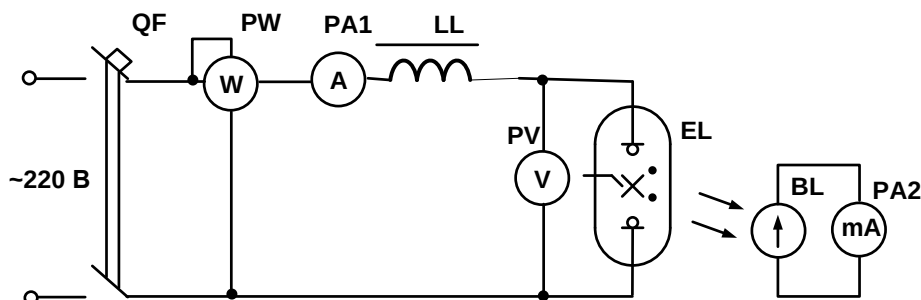

Рис.3.1. Схема испытаний четырёх электродной лампы ДРЛ.
2. По типовой схеме включения четырехэлектродной лампы ДРЛ рис.3.1 уяснить основные элементы и узлы, их назначение и принцип работы.
3. Соберите схему рис.3.1 с включением необходимых измерительных приборов и под наблюдением преподавателя проведите испытания и снимите
На рис.3.1. Представлена схема испытания четырёх электродной лампы высокого давления типа ДРЛ. За счёт внутренних вспомогательных электродов обеспечивается зажигание лампы EL и её разгорание с переходом дугового разряда на основные рабочие электроды. Ограничение тока лампы на уровне нормированного рабочего значения обеспечивается дросселем LL.